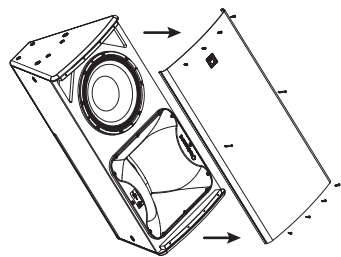

Fig. 1
2. Rimuovere le 10 viti posi-drive che tengono in posizione la griglia e mettere da parte la griglia (fig 1).
14. Riposizionare la griglia (fig 1) e controllare le fasi dell'armadio prima dell'uso.